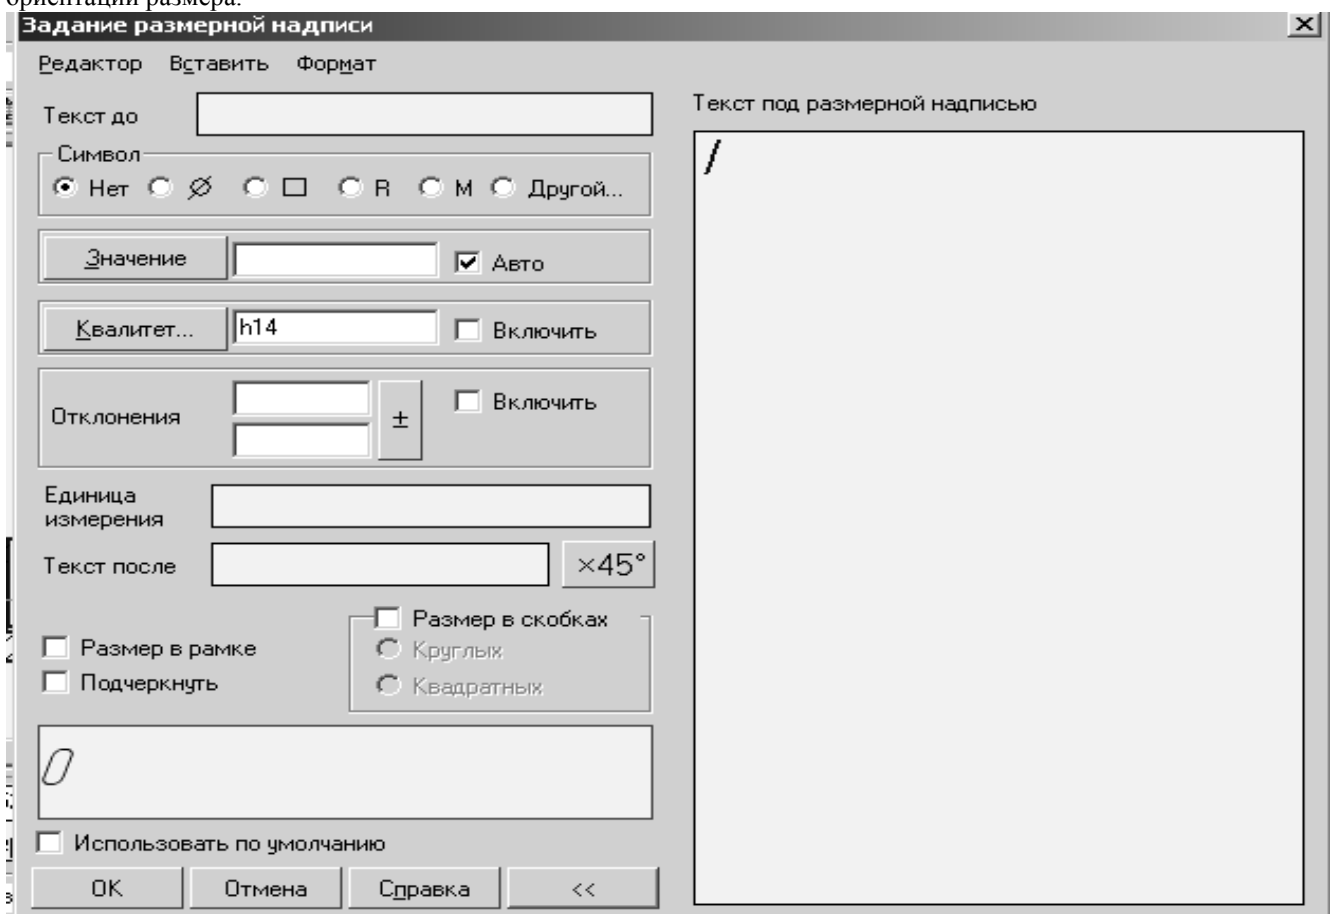

Рис.38.
2. Проставить размеры с допусками. Для этого в меню **Задание размерной надписи** (рис.38) выбрать **Квалитет** и активизировать опцию **Включить**. Если необходимо проставить размер с квалитетом и отклонением, то опцию **Включить** надо активизировать напротив кнопок **Квалитет** и **Отклонение**. Если требуется только отклонение, надо снять опцию **Включить** для кнопки **Квалитет**.